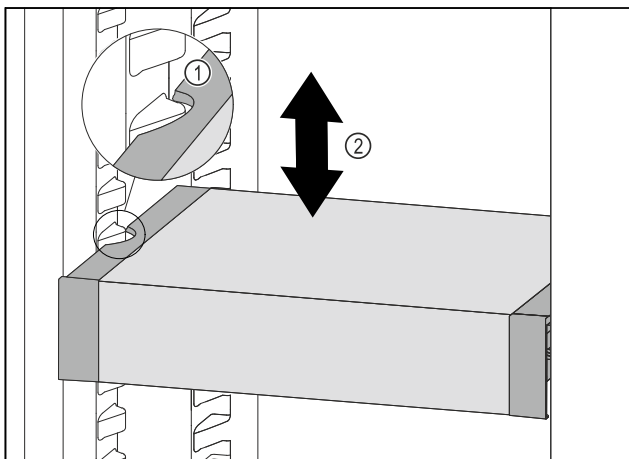

Fig. 77
- ▶ Tirare VarioSafe in avanti fino a quando le cavità laterali di VarioSafe non si trovano al livello della nervatura del contenitore nel vano frigorifero. Fig. 77 (1)
- ▶ Spostare VarioSafe verso l'alto o verso il basso nel vano frigorifero fino a raggiungere l'altezza desiderata. Fig. 77 (2)